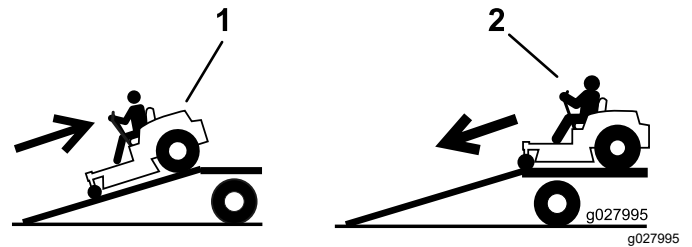

Figura 40
2. Baje la máquina por la rampa conduciendo hacia adelante (Figura 40).